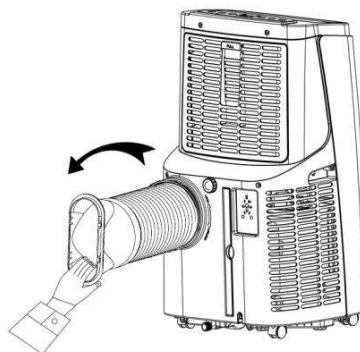

Figure 1
1.1 Installation du tuyau d'évacuation (voir Fig.1)
- b) Insérer l'ensemble du tuyau d'évacuation (extrémité du conduit) dans l'ouverture de ventilation du panneau arrière (dans le sens antihoraire), puis finaliser l'installation comme indiqué sur la figure 1.